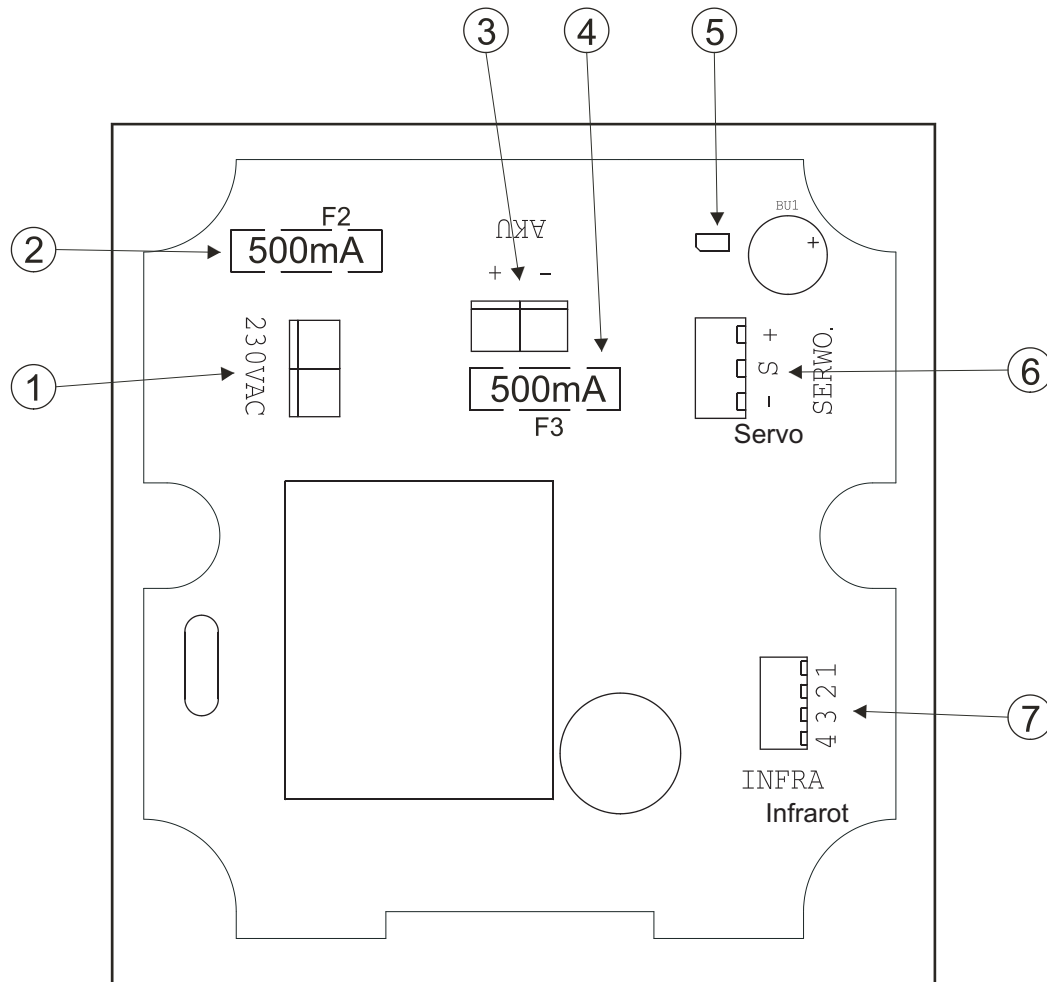

Abb.3 Schaltschema der Fernsteuerung der Luftdrosselklappe
Der Fernsteuer-Sender steuert den Betrieb des Einstellers der Luftdrosselklappe. Auf die LED-Linie solle man mit den Tasten "+/-" die Position der Drosselklappe (im Bereich von 0 - Vollschießung...10-Vollöffnung) einstellen und dann mit der OK-Taste (4) den Fernsteuer-Sender aktivieren, was das Ausschicken der Einstellung zum Einsteller der Drosselklappe verursacht. **Der richtige Empfang wird durch den Einsteller der Drosselklappe mit Tonsignal und Blinken der roten Leuchtdiode auf dem Infrarot-Empfänger signalisiert.** Im Fall der Positionsänderung der Drosselklappe ist dieses Signal länger (ca. 1s). Wenn die Drosselklappe schon auf der voreingestellten Position ist, ist das Kurzsignal (ca. 0,1s) die Bestätigung. Es ist möglich den Tonmelder abzuschalten -siehe Abb.3)